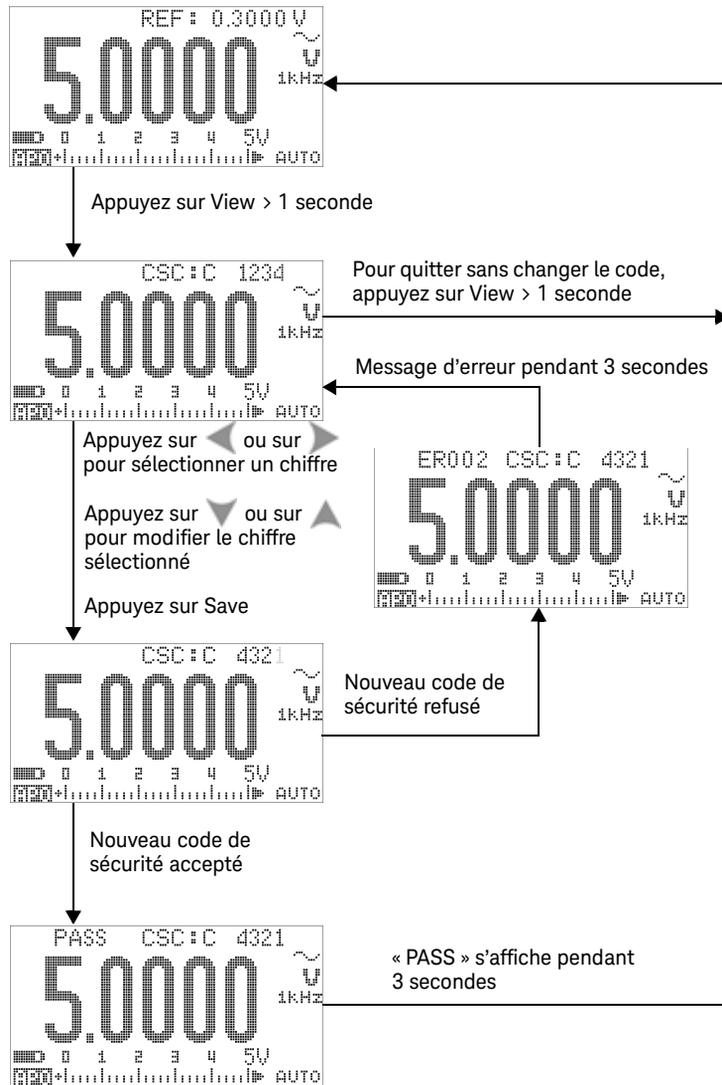

Figure 6-5 Modification du code de sécurité d'étalonnage
- Reportez-vous à la section Figure 6-5 à la page 186.